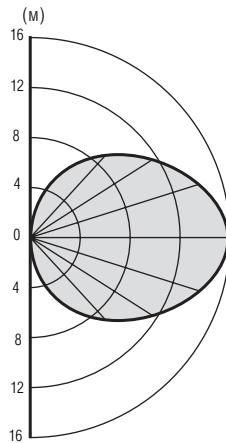

Рис. 8
- Через 15 с. после включения блока питания определить границу зоны обнаружения по включению светового индикатора, двигаясь в радиальном к извещателю направлении. Зона обнаружения извещателя приведена на рис. 8